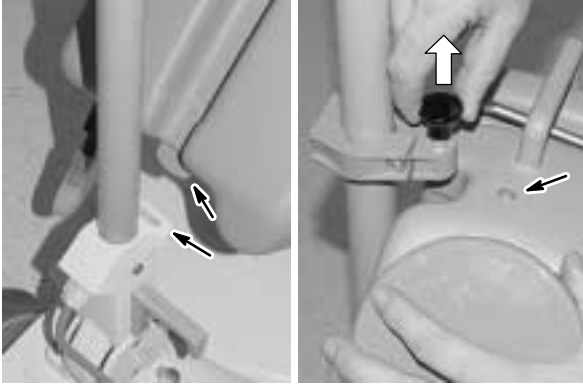

ABB. 3
2. Stecken Sie die Halterung an der Unterseite des Frischwassertanks, wie angegeben, in den Schlitz der Tankstütze an der Unterseite des Bedienungsriffes. Sichern Sie die Oberseite des Tanks, wie angegeben, mit der oberen Halterung. Ziehen Sie dann die Schrauben der oberen Halterung an (Abbildung 3).